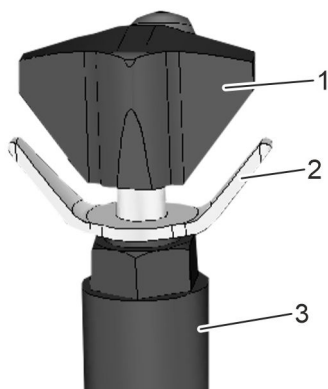

Рис. 25: Клапан регулировки давления
2. ➤ Отпустить фиксатор (Рис. 25/2). Для этого повернуть его против часовой стрелки.
3. ➤ Повернуть поворотный регулятор (Рис. 25/1) против часовой стрелки. Полностью открыть.